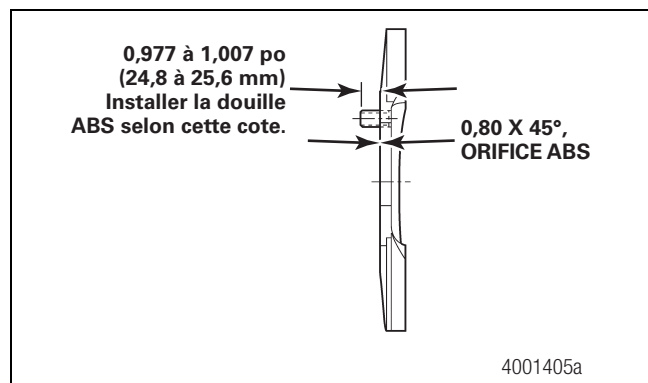

Figure 5.13
1. Si retirée de la plaque de couple, poser la douille du capteur ABS à l'aide d'un mandrin approprié. La douille doit dépasser de la plaque de couple de 0,977 à 1,007 po (24,8 à 25,6 mm). Figure 5.13.